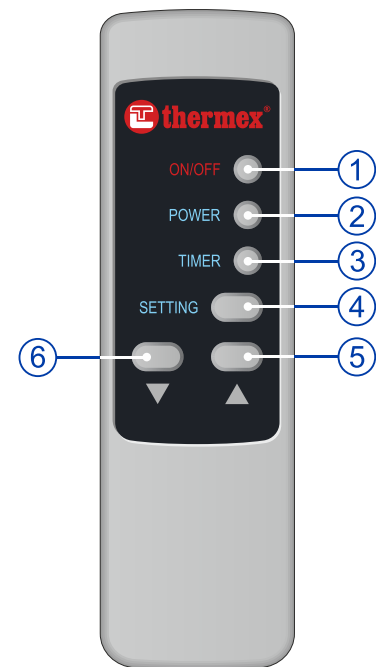

Рисунок 4. Пульт дистанционного управления моделей ID
### 7.2.6. Пульт дистанционного управления (Рис. 4)
**Рисунок 4:** 1 – кнопка “ON/OFF” Вкл./Выкл, 2 – кнопка “Power”/ выбор мощности, 3 – кнопка “Timer” / режим таймера, 4 – кнопка “Setting”/ выбор, 5 – кнопка увеличение, 6 – кнопка уменьшение.
Кнопка “Power” (Рис. 4, п.2), на пульте управления позволяет менять режимы мощности между “Single Power” и “Doble Power”. Кнопка “Setting” (Рис. 4, п.4), соответствует клавиша “>”, панели управления, кнопка “Timer” соответствует кнопке “<”, а кнопка “On/Off”(Рис.4, п.1) соответствует кнопке “Θ”. С помощью кнопок “▲”(Рис. 4, п.5) и “▼”(Рис. 4, п.6) производится установка параметров.